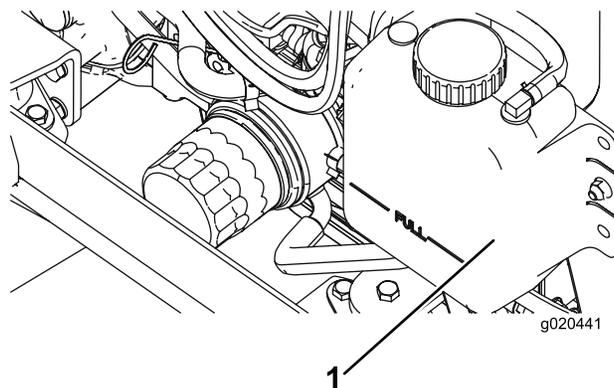

Рисунок 12
1. Осторожно снимите крышку радиатора и крышку расширительного бачка (Рисунок 12).